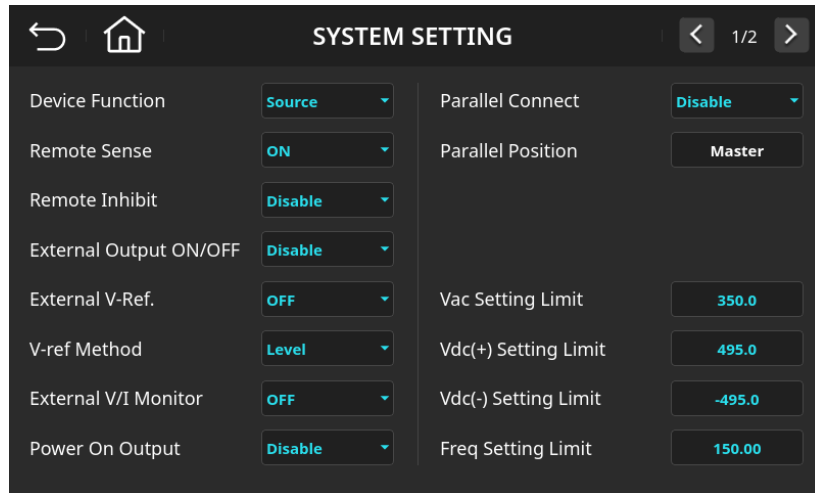

图 6-3 系统功能设定页面(Remote Sense=ON)
2. 选择 "ON" 后，远端量测功能即启用，如图 6-3。